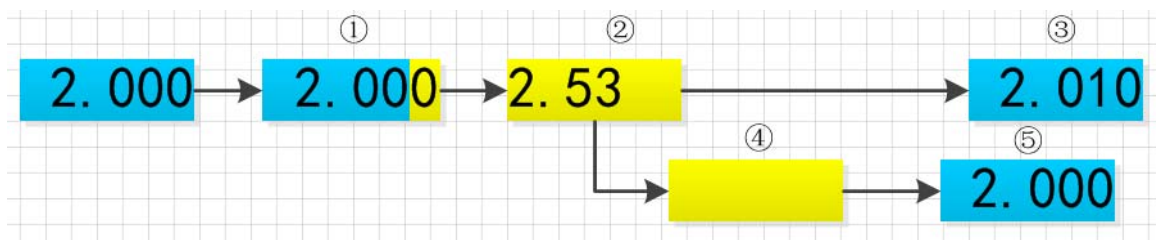

图 1.4.2
- 如图 1.4.2 所示，①按下【Enter】键进入编辑模式。②按数字键输入数值。③按【Enter】键确认输入，退出编辑模式。参数设置完成。在步骤②输入数值时：④按【Esc】可以删除前一个数字，直至数字删除完。⑤数字删除完，继续按【Esc】键会退出编辑模式，结束本次参数设置。